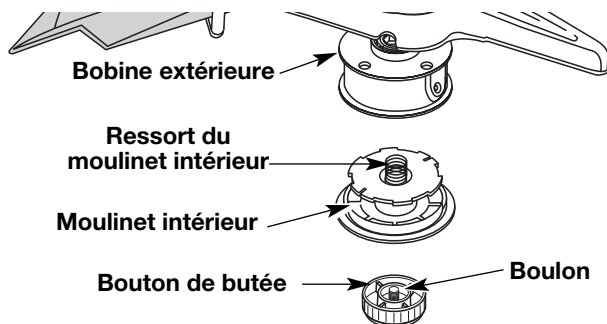

Fig. 27
1. Tenez la bobine extérieure d'une main et dévissez le bouton de butée vers à droite (Fig. 27). Inspectez le boulon à l'intérieur du bouton de butée pour vous assurer qu'il se déplace librement. Remplacez le bouton de butée s'il est endommagé.
2. Retirez le moulinet intérieur de la bobine extérieure (Fig. 27).
3. Retirez le ressort du moulinet (Fig. 27).
- Tenez la bobine extérieure d'une main et dévissez le bouton de butée vers à droite (Fig. 27). Inspectez le boulon à l'intérieur du bouton de butée pour vous assurer qu'il se déplace librement. Remplacez le bouton de butée s'il est endommagé.
- Retirez l'ancien moulinet intérieur de la bobine extérieure (Fig. 27).
- Retirez le ressort de l'ancien moulinet intérieur (Fig. 27).